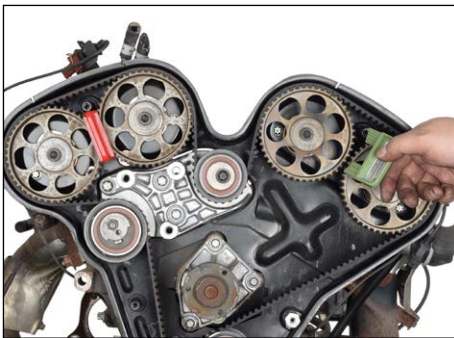
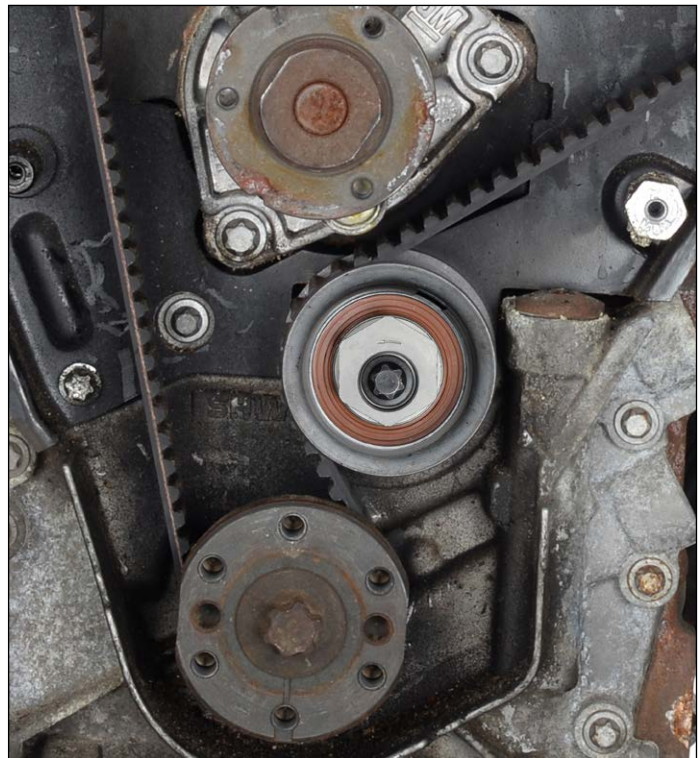

Abb. 8
Abb. 10
4. Utaknite alat za fiksiranje bregastog vratila, originalna oprema (KM-800-2), zeleni s oznakom „Top“ prema gore između zupčanika bregastog vratila „3“ i „4“ (Abb. 8 und 9). Ako se alat za fiksiranje ne može umetnuti, otpustite donji skretni valjak zupčastog remena (Abb. 10) i okrenite ekscentar steznim ključem MKM-6038 ili kliještima za pumpu za vodu dok ne budete mogli umetnuti alat. Motor je sada fiksiran u položaju GMT (Abb. 3).
9. Ekscentar donjeg skretnog valjka okrećite pomoću steznog ključa, originalna oprema (MKM-6038), ili kliještima za pumpu za vodu u smjeru suprotno kazaljci na satu Abb. 10) dok se vrh ekscentra ne bude nalazio pribl. u položaju kazaljke na 12 sati i kada se oznake zupčanika bregastog vratila budu podudarale s mjeracem, originalna oprema (KM-800-20) (Abb. 20). Zategnite donji skretni valjak silom od 40 Nm. Zupčanici bregastog vratila „3“ i „4“ moraju biti precizno namješteni prije namještanja zupčanika bregastog vratila „1“ i „2“!